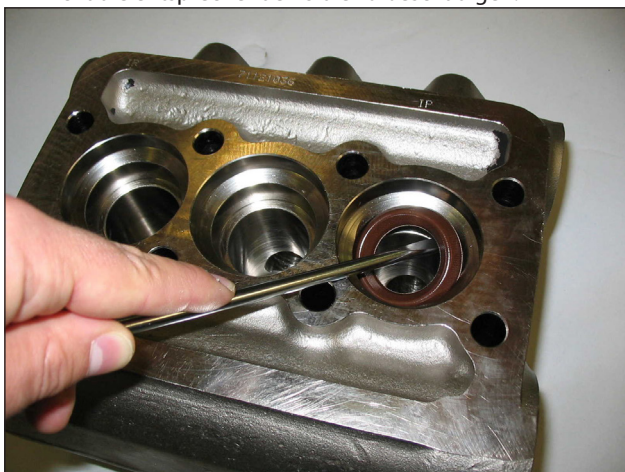

Abb. 22
C) Ziehen Sie die HD-Dichtungen vom Kopf und die ND-Dichtungen mithilfe einfacher Werkzeuge (Abb. 22, Pos. ⑤) aus ihrer Halterung heraus und achten Sie darauf, nicht die entsprechenden Sitze zu beschädigen.